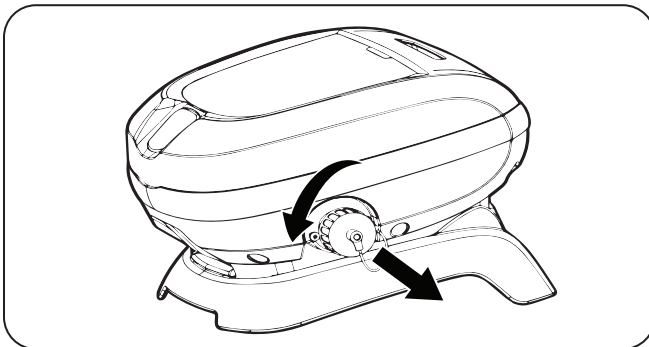

Figura 2. Retire la tapa protectora
2. Desatornille la tapa protectora del cable flotante del costado de la unidad de control girando en sentido contrario a las agujas del reloj (Figura 2).